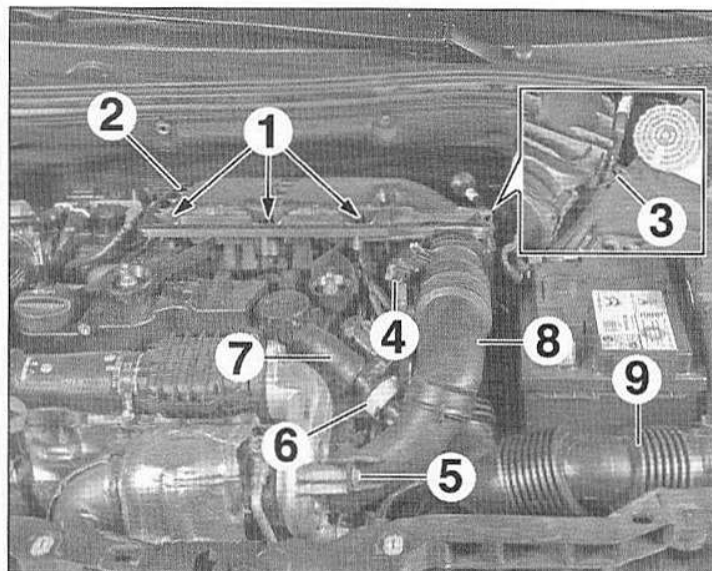

FIG.76
- Déposer les vis (1) du couvercle de filtre à air (2) (Fig.76).
- Dégrafer la fixation (3).
- Soulever et déposer le couvercle de filtre à air (2).
- Débrancher le connecteur (4).
- Déposer la vis (5).
- Ecarter le collier (6) puis désolidariser le reniflard d'huile (7) du conduit d'air (8).
- Déposer les conduits d'air (8) et (9).